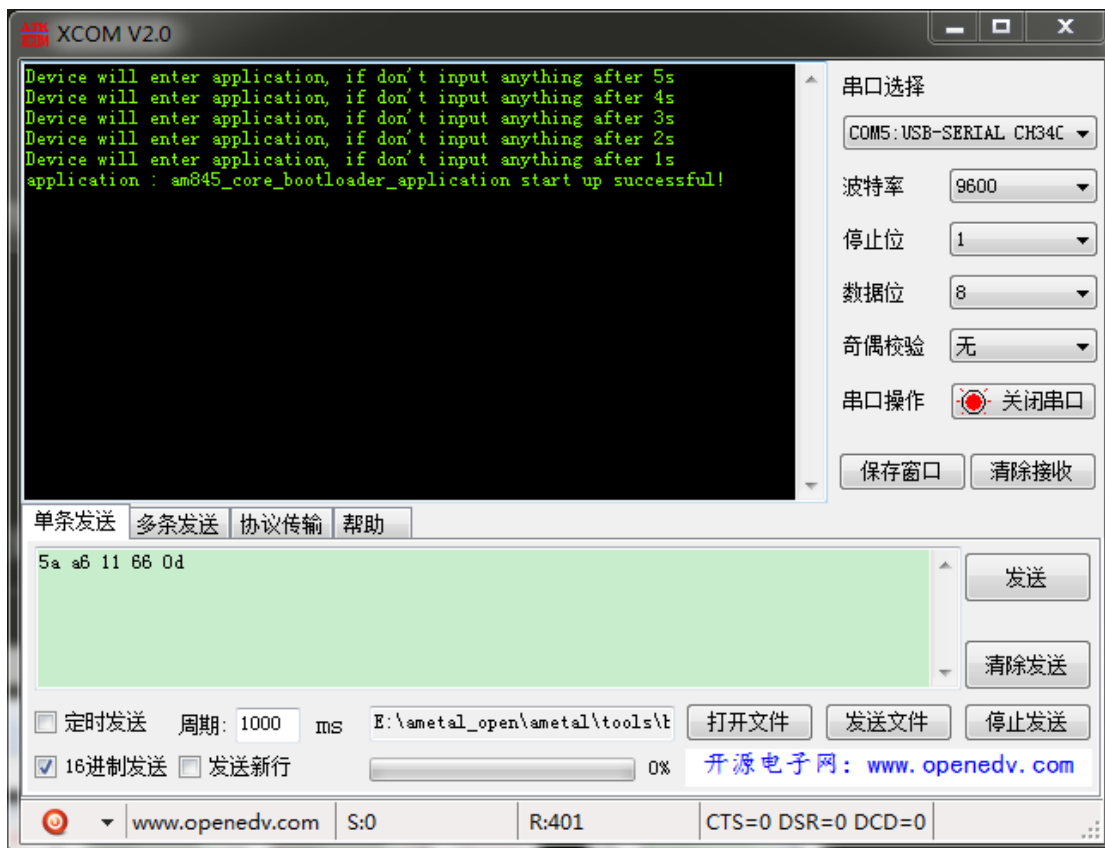

图 25: 应用程序正常执行
1、应用程序进入固件获取模式。应用程序已经通过本地方式烧录，芯片复位后跳转至应用程序开始执行，串口打印信息如 图 25 所示，同时可观察开发板上红色开始以 1s 的间隔闪烁。